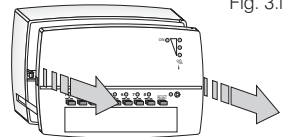

Fig. 4.i
- Estrarre il frontale dalla base (la resistenza all'estrazione è dovuta ai PIN di accoppiamento ai morsetti) (fig.4.i).
- Mantenere premuto il **tasto** desiderato es. **1** / **2** sino alla emissione di un breve segnale acustico, quindi rilasciarlo: il comando è attivato ed il corrispondente **LED** acceso fisso (fig. 4). Anche il comando della pompa (o caldaia) viene attivato.